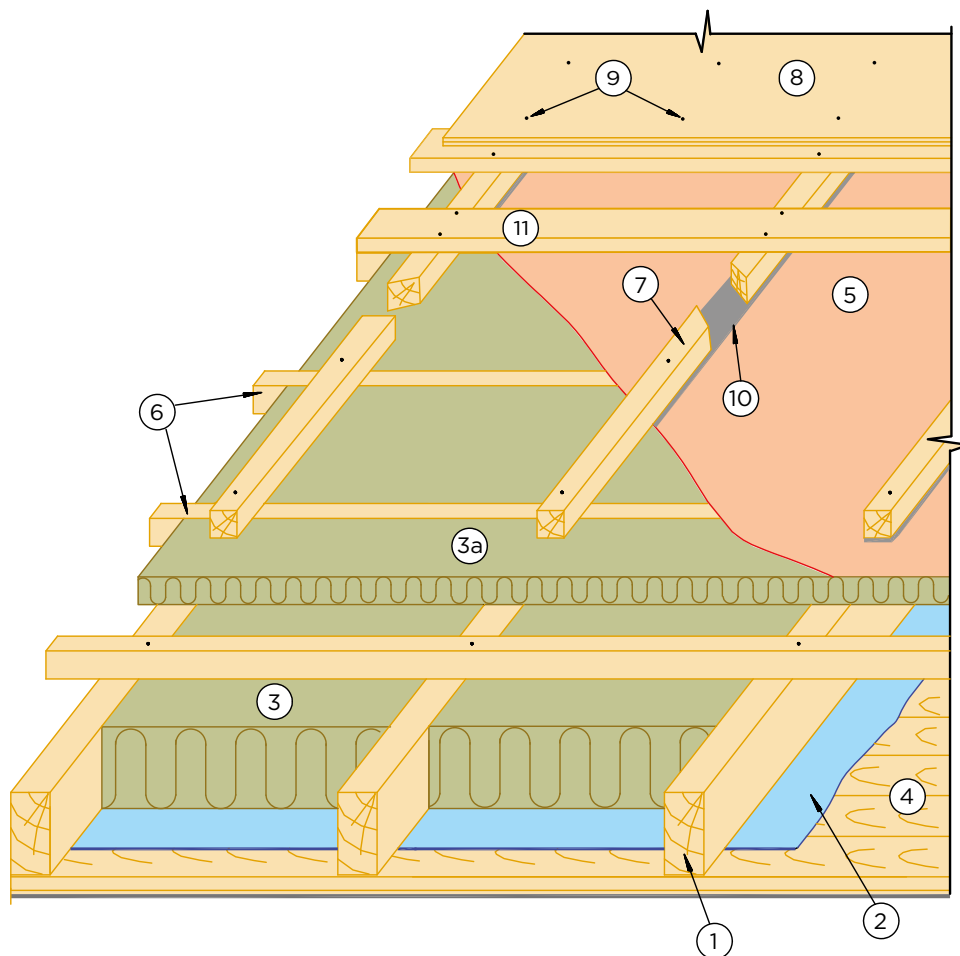

Рис. 2.3.1. Традиционная крыша мансарды
– с внутренней стороны утеплителя укладывают пароизоляционную мембрану Алюбар (рис. 2.3.1, 2.3.2). **Пароизоляционный слой** предназначен для того, чтобы не допустить или ограничить проникновение водяных паров из помещения в толщу «кровельного пирога» и защитить от увлажнения теплоизоляционный слой, так как даже незначительное увлажнение утеплителя резко снижает его теплоизоляционные свойства. В рабочих чертежах всегда предусматривается определенная конструкция пароизоляционного слоя, которую нельзя упрощать, так как это неизбежно приведет к проникновению водяных паров в толщу «кровельного пирога», влагонакоплению в нем и значительному ухудшению эксплуатационных свойств;